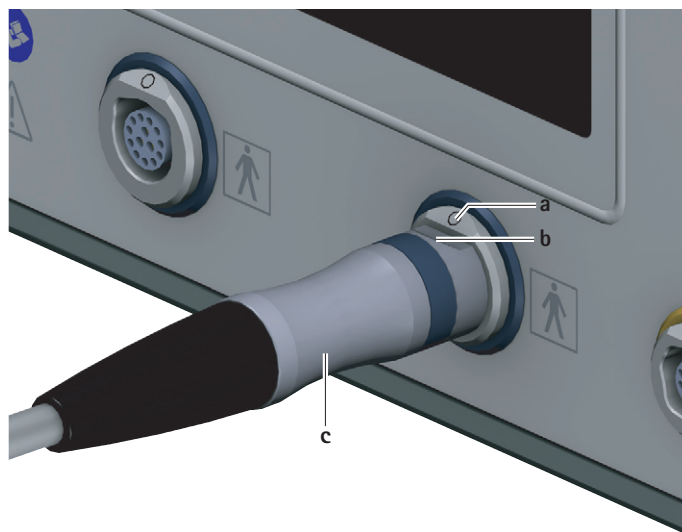

Рис. 3 Подключение моторного кабеля
- ▶ Выровнять штекер блока управления с на моторном кабеле таким образом, чтобы маркировка **b** на штекере соответствовала маркировке **a** на гнезде для рабочего элемента **7**, см. Рис. 3.
- ▶ Вытянуть моторный кабель за штекер для блока управления с из гнезда для рабочих элементов 7, см. Рис. 3.